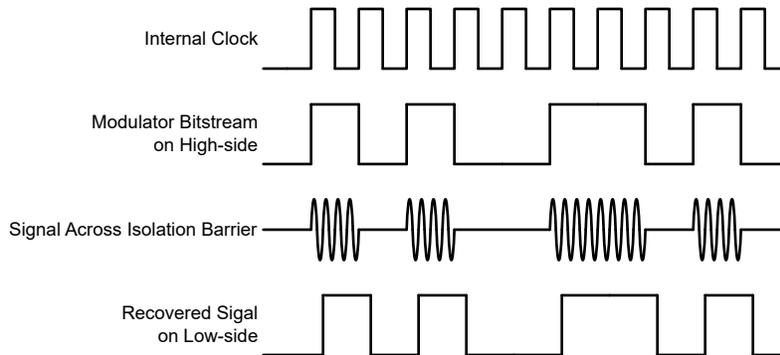

図 7-1. OOK ベースの変調方式
図 7-1 に示されているように、AMC0x30R-Q1 は、オン / オフ キーイング (OOK) 変調方式を使用して、変調器の出力ビットストリームを、SiO₂ ベースの絶縁膜間で伝送します。送信ドライバ (TX) をに 機能ブロック図 示します。TX は、内部で生成された高周波キャリアを絶縁バリア越しに送信し、デジタル 1 を表現します。ただし、TX はデジタル 0 を表す信号を送りません。AMC0x30R-Q1 で使用されるキャリアの公称周波数は 480MHz です。